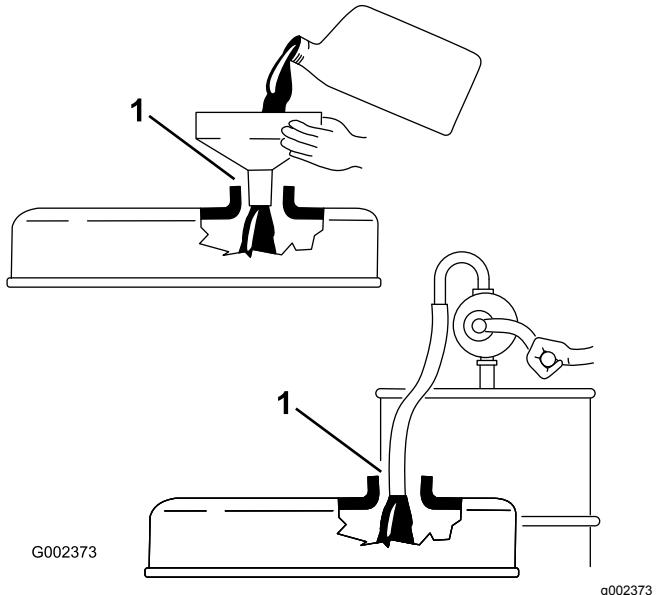

図 36
**重要** エンジンオイルを補給する時には、補給口とジョウゴなどの間に図 36 に示すようなすき間が必要です。これは補給の際に通気を確保し、オイルがブリーザ内部に侵入しないようにするためです。